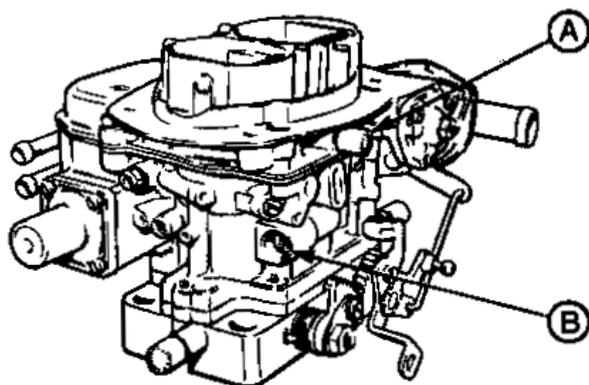
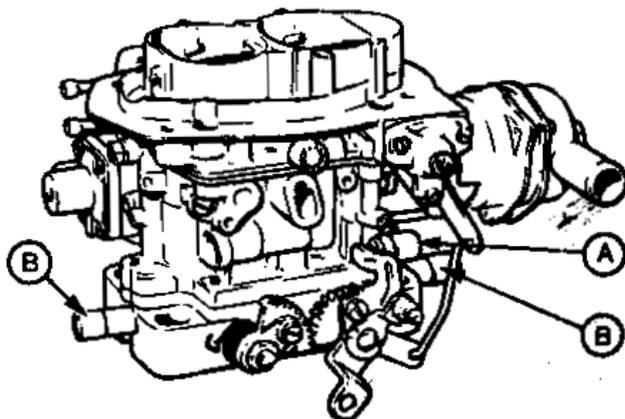

Рис.3.78. Регулировка малых оборотов (Разд.31)
Рис.3.79. Регулировка исходных оборотов холостого хода (Разд.31)
5. При необходимости отрегулируйте винтом регулировки оборотов холостого хода (Рис.3.78) частоту вращения холостого хода до указанной в спецификации.
10. Ввинтите регулировочный винт оборотов холостого хода (Рис.3.78) и снимите пластиковые колпачки с упорных винтов дроссельных заслонок и винта регулировки качества рабочей смеси (Рис.3.79).